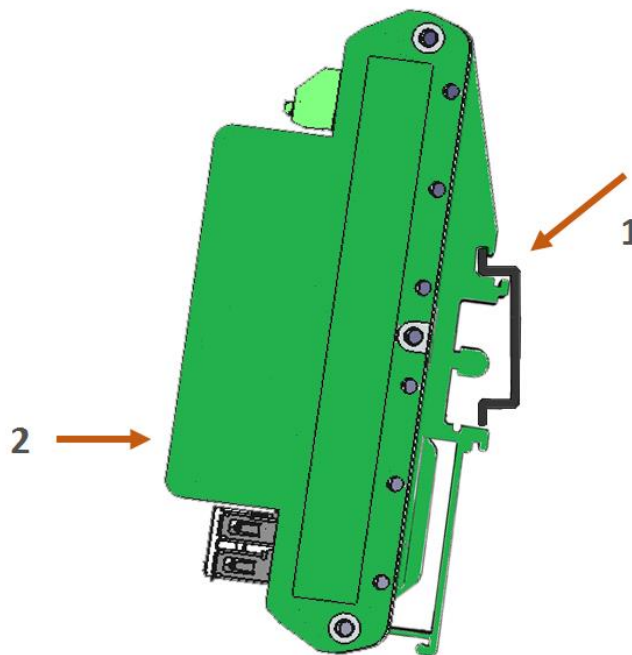

Рисунок 7. Монтаж на DIN рейку
3. Для монтажа на DIN-рейку, верхний зажим поставьте на край рейки (1) и прижмите нижний (2) до щелчка (рисунок 7).